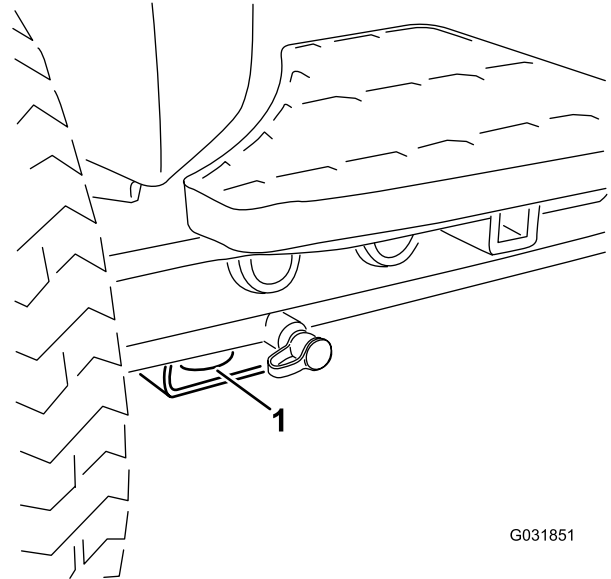

Figura 60
- **Parte delantera de la máquina** – el orificio del bloque rectangular, debajo del tubo del eje, al interior de cada rueda delantera (Figura 60)